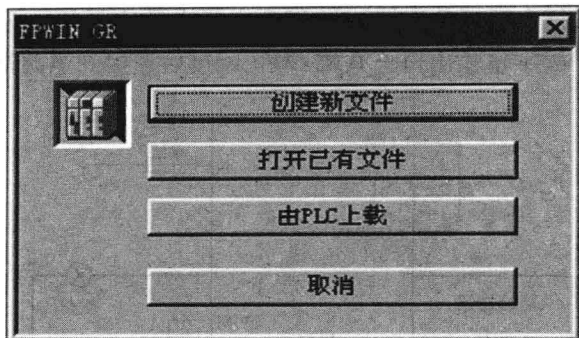

图 1-13 选择启动菜单
(1) 打开 FOWIN GR 编程软件，画面中将会出现启动菜单，如图 1-13 所示。